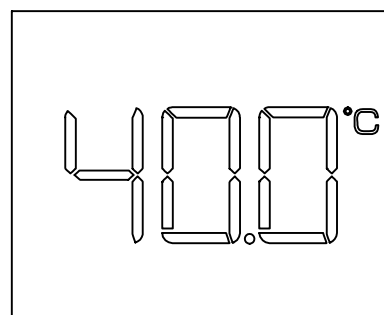

图27
3. **厨房模式**：在待机状态下（即开机不开水状态），按厨房按键“”即可切换到厨房模式，如图27所示，用户可以根据自身需要调节出水温度。温度调节范围为 $35-45^{\circ}\text{C}$ （出厂默认 $40^{\circ}\text{C}$ ）。